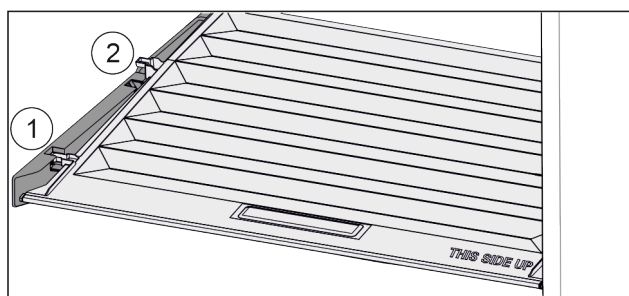

Fig. 107
- Træk dækslet fremad til åbning i holdedelene Fig. 107 (1).
- Løft nedefra og bevæg det opad og ud Fig. 107 (2).